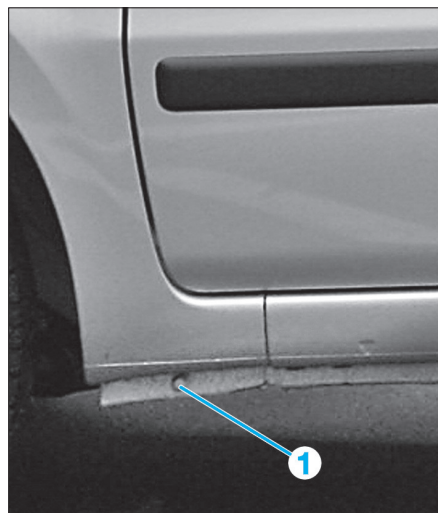

FIG. 101
- Déposer la vis de fixation (1) (Fig.101)